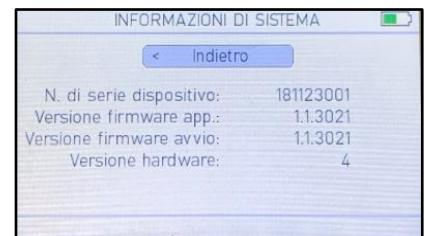

Fig. 48. *Informazioni di sistema*
2. Premere . Vengono mostrate le INFORMAZIONI DI SISTEMA (vedi fig. 48)